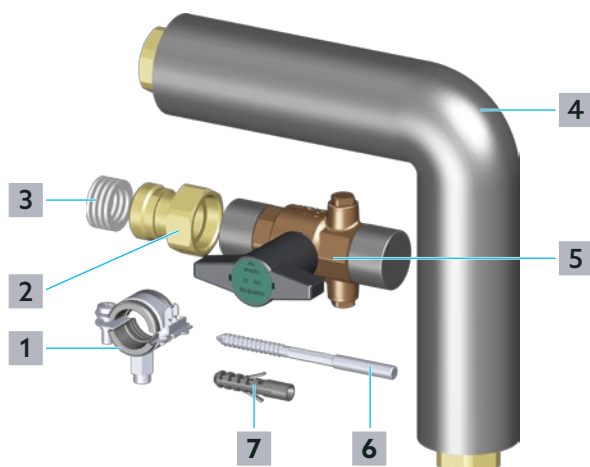

Fig. 1: Conception
- 9 Fixer le tube coudé avec le collier pour tuyau (positions **1, 6 et 7** sur la Fig. 1 en page 5) inclus dans la livraison.